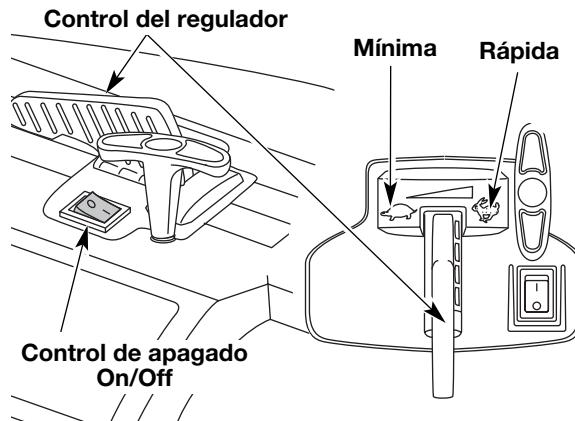
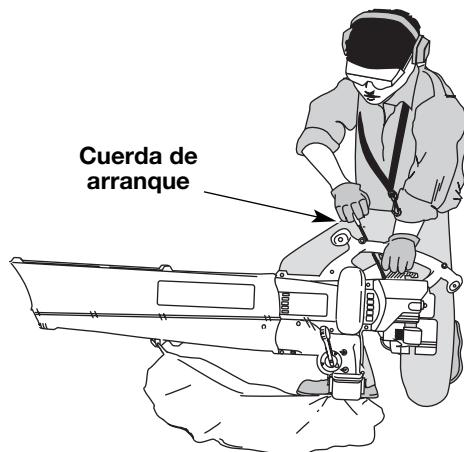

Fig. 9
Fig. 11
ADVERTENCIA: Evite los arranques accidentales. Esté en posición de arranque cuando hale la cuerda (Fig. 11). Tampoco ponga la unidad sobre ninguna superficie excepto sobre una superficie limpia y sólida, mientras se pone en marcha. Los desechos tales pueden ser absorbidos por la toma de aire y ser lanzados por la abertura de descarga, causándole daños a la unidad, propiedad o causándole lesiones graves a los espectadores o al operador.
5. Ponga la unidad en la posición de arranque (Fig. 11). Coloque el control del regulador en la posición de **RÁPIDA** () (Fig. 9).